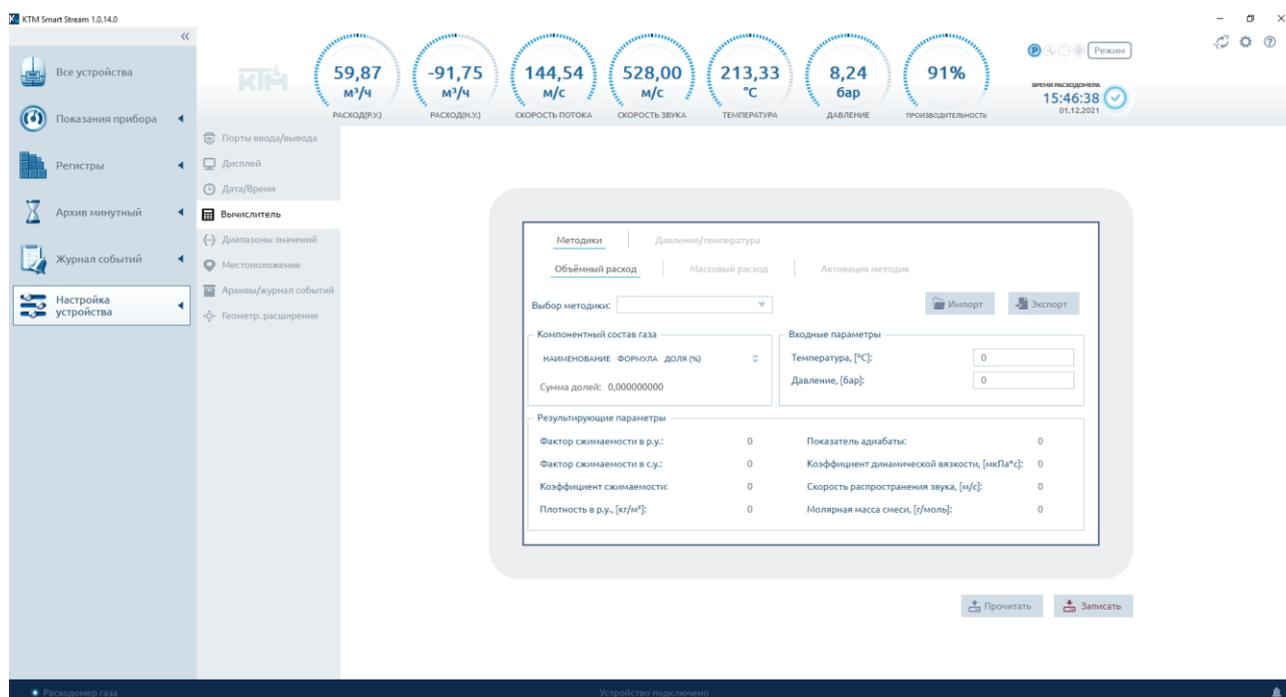

Рисунок 56 – Настройки вычислителя
- установить компонентный состав и параметры измеряемой среды (Рисунок рисунок 56);